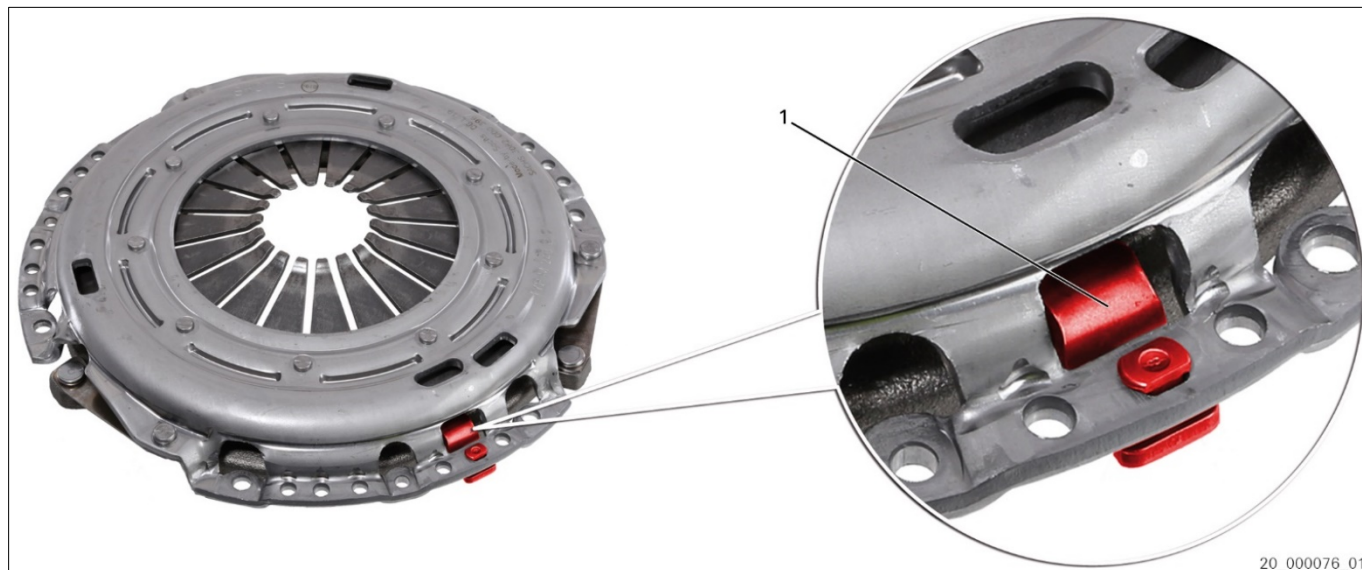
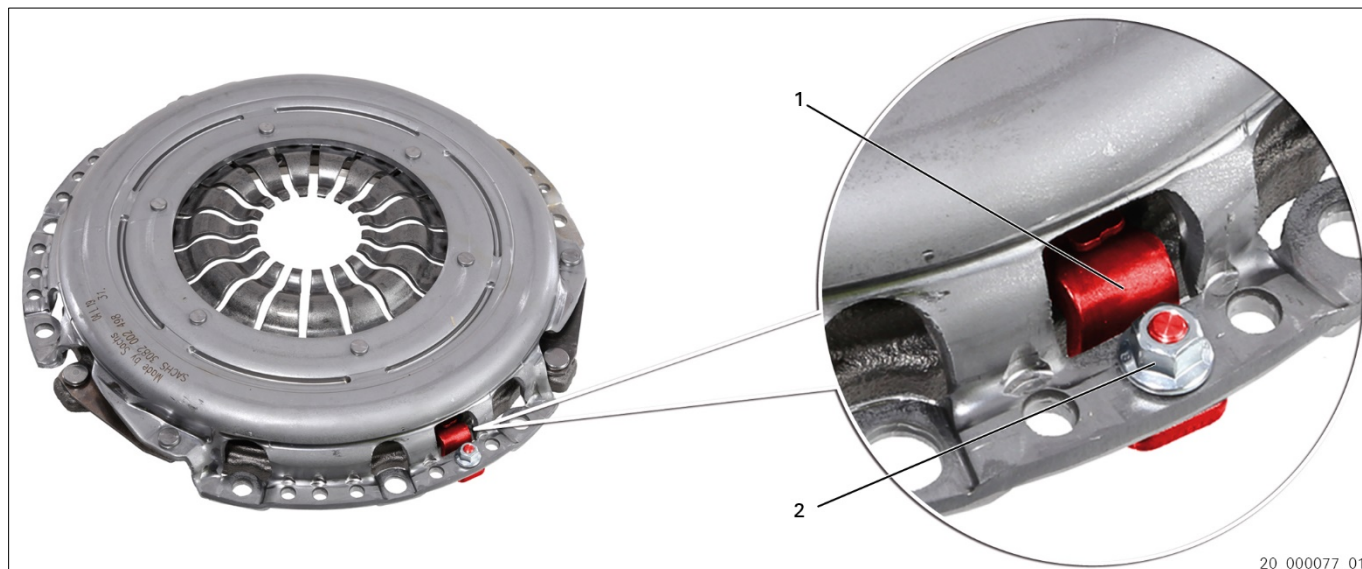

Bild 1: XTend typ I med husstopp (nitat)
Bild 2: XTend typ I med husstopp (skruvat)
Särskild egenskap	Nitat husstopp (bild 1) eller skruvat (bild 2)
**XTend typ I nitat utförande (bild 1)**
XTend typ I skruvat utförande (bild 2)